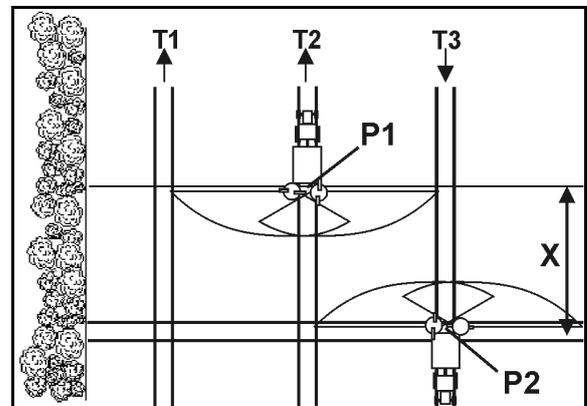

図 87
- トラムラインでポイント P1 (図 87) に到達した後、散布ディスクと枕地のトラムラインの距離が X である場合、シャッターを開きます。
- 散布ディスクが枕地の最初のトラムラインの高さにある場合には、ポイント P2 (図 87) でトラムラインから出る前にシャッターを閉じます。